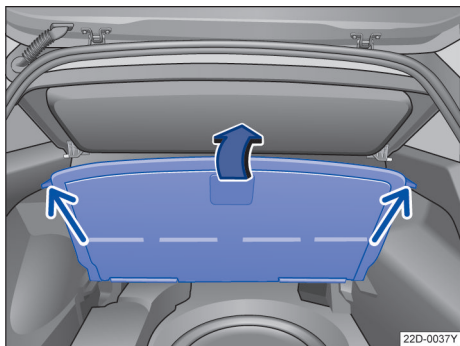

图 130 行李厢内：固定抬起的行李厢地板
- 打开：沿箭头方向抬起行李厢地板，并卡止在行李厢内两侧的卡扣内→图 130。